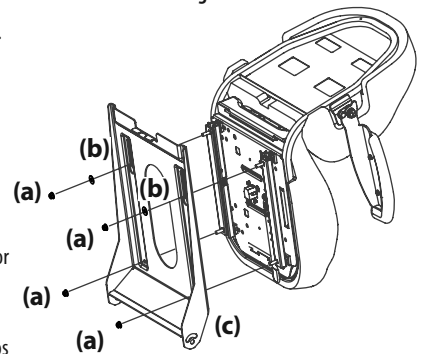

Figura 5
- b. Para un asiento con Ajuste de Palanca use las tuercas de seguridad con brida (a) y las arandelas planas (b). Consulte la Figura 5.